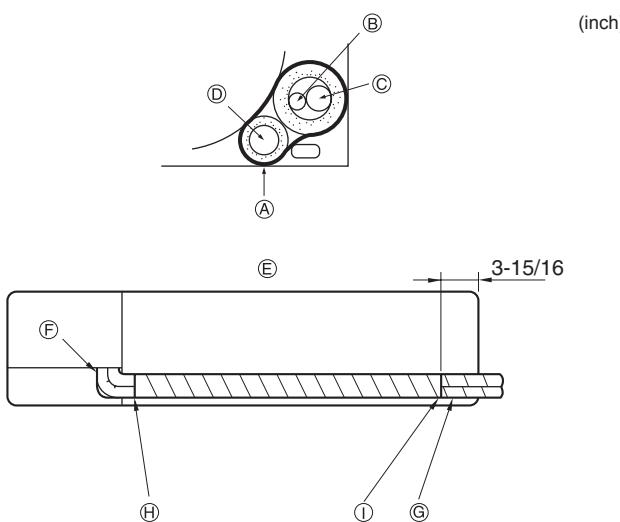

Fig. 4-5
4.4. Pour terminer le travail de tuyautage (Fig. 4-5)
- (A) Ruban de feutre